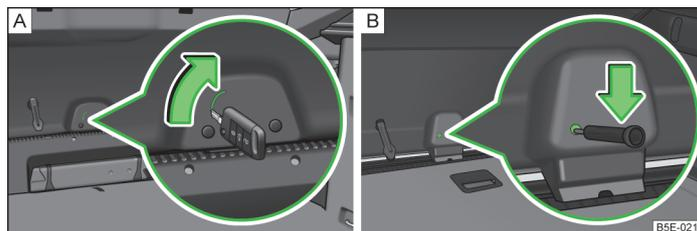

Abb. 211 Notentriegelung: Octavia / Octavia Combi
- › Den Fahrzeugschlüssel in den Schlitz in der Verkleidung bis zum Anschlag einschieben » Abb. 211 - A.
- › Einen Schraubendreher oder ein ähnliches Werkzeug in die Öffnung in der Verkleidung bis zum Anschlag einschieben » Abb. 211 - B.